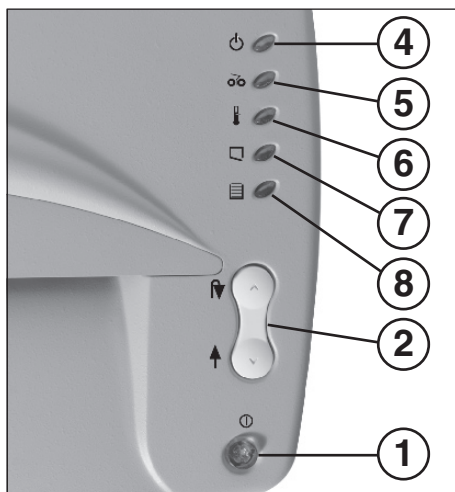

Abb. 1
- 1 = Druckschalter „Betriebsbereit“ (Abb. 1)**
- 2 = Wippschalter (Abb. 1) (Vorwärts / Rückwärts)**
- 4 = Kontroll-Anzeige „Betriebsbereit“ (Abb. 1)**
- 5 = Kontroll-Anzeige „Materialstau“ (Abb. 1)**
- 6 = Kontroll-Anzeige (Abb. 1) „Motorüberlastung“**
- 7 = Kontroll-Anzeige „Tür offen“ (Abb. 1)**
- 8 = Kontroll-Anzeige „Behälter voll“ (Abb. 1)**
- Maschine am Druckschalter (1) (Abb. 1) einschalten. Die Kontroll-Anzeige (4) (Abb. 1) leuchtet auf.
Hinweis: Für die Zerkleinerung von lichtdurchlässigen Folien muss die Maschine von Hand auf Vorwärtslauf geschaltet werden (Wippschalter (1) (Abb. 1) in Stellung „↑“ schalten).
Ist der Auffangbehälter gefüllt schaltet die Maschine ab. Die Kontroll-Anzeige (8) (Abb. 1) leuchtet auf.
- Tür öffnen. Die Kontroll-Anzeige (7) (Abb. 1) leuchtet auf.
- Leeren Sack einsetzen und die Tür schließen. Die Kontroll-Anzeige (7) (Abb. 1) erlischt.
Achten Sie darauf, daß das Gerät über Nacht ausgeschaltet ist (Druckschalter (1) (Abb. 1) betätigen).